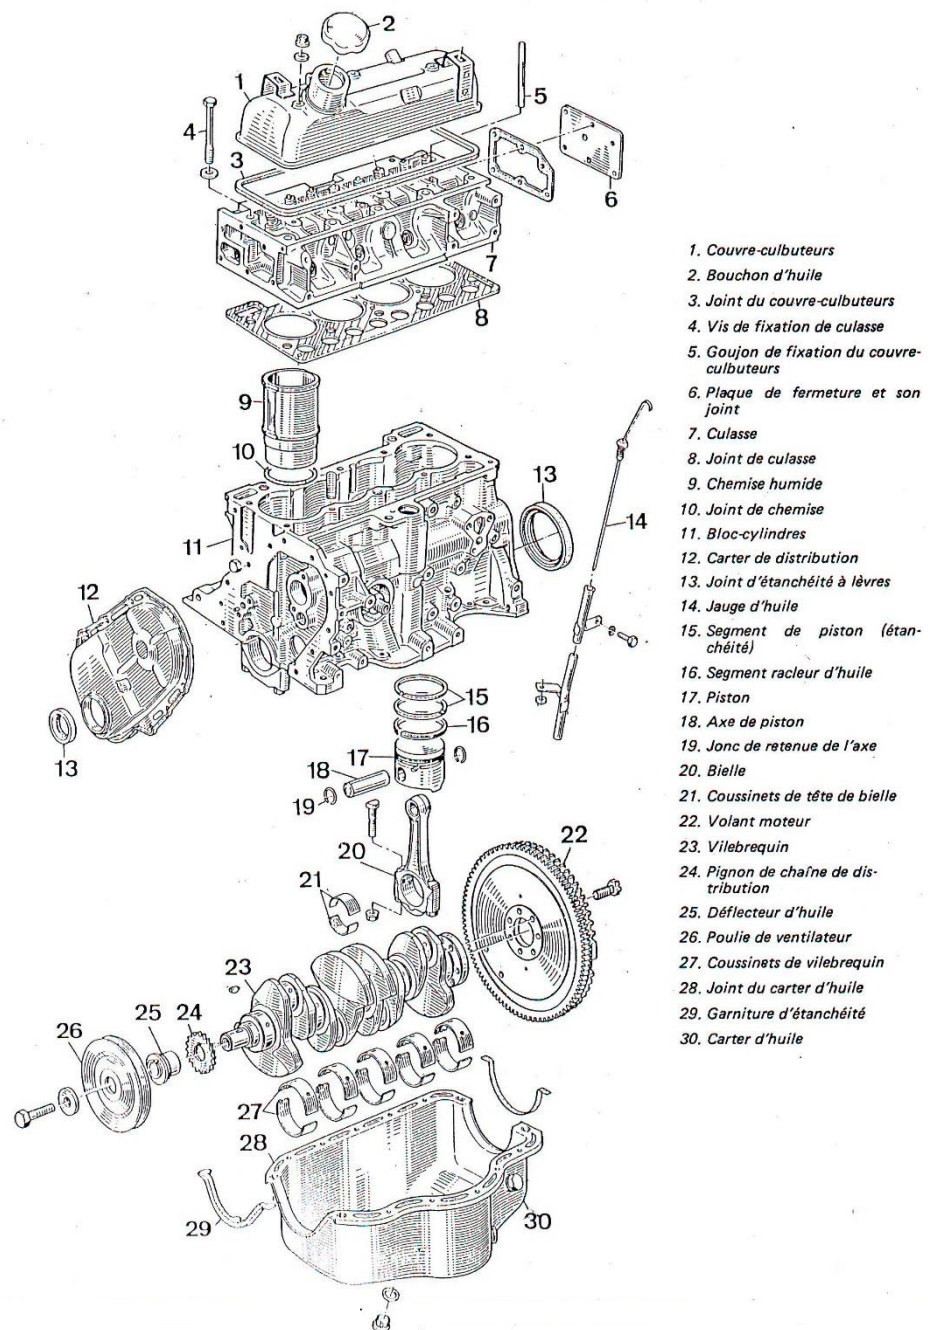

Figure 7. Vue éclatée d'un moteur à allumage commandé (à explosion)
1.4.1 L'architecture générale d'un moteur à combustion interne est présentée sur la figure 7.